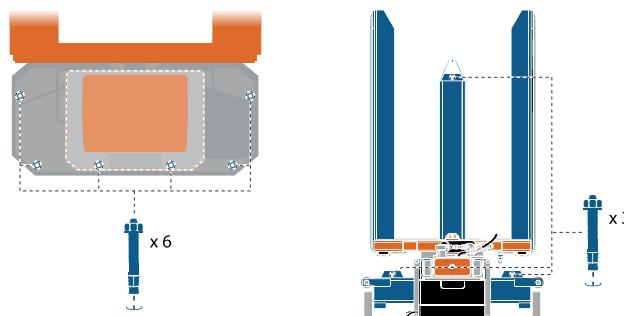

Figure 18 Ancrez l'élévateur à palettes au sol au moyen de 3 ou 6 boulons à expansion en fonction du modèle
- Ancrez l'élévateur à palettes au sol au moyen de 3 ou 6 boulons à expansion en fonction du modèle. Voir figure 18. Chaque boulon doit résister à au moins 13 kN. Rendez-vous sur www.edmolift.com/installation pour plus d'informations.